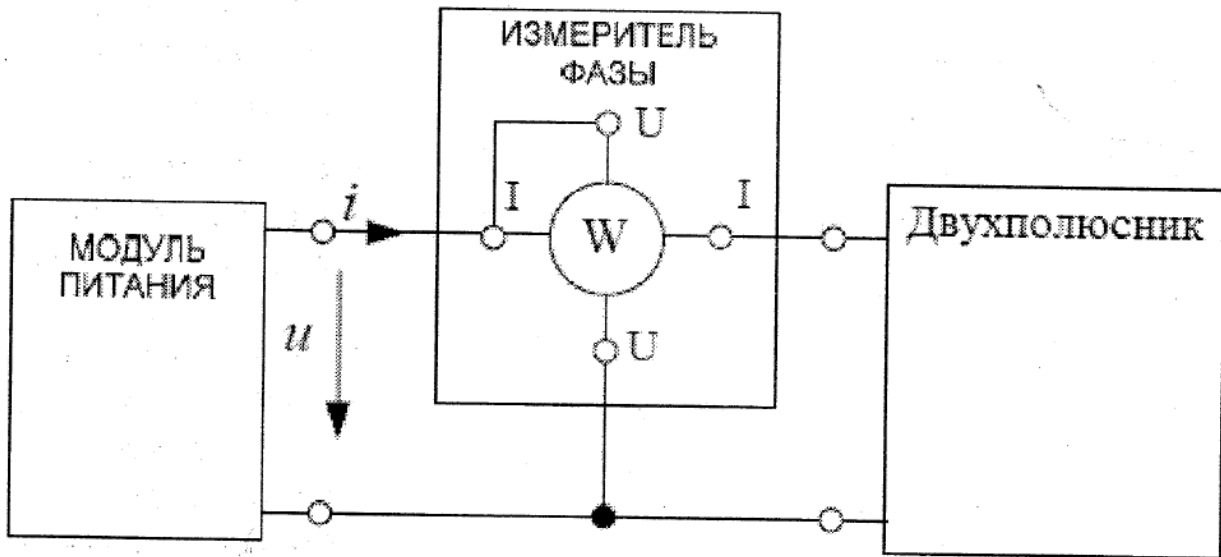

Рис. 3. Экспериментальная схема
- 2) Собрать электрическую цепь по схеме, приведенной на рис. 3. В качестве источника питания используется источник переменного напряжения модуля питания. Подключить к схеме двухполюсник R-L.